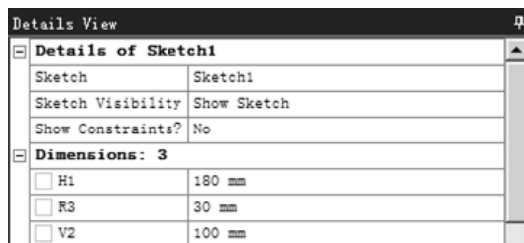

图 3.3.15 修改尺寸
(4) 修改尺寸。将尺寸修改为设计要求的尺寸,此时“Details View”对话框如图 3.3.15 所示,并在 **Dimensions** 窗口下单击 **Move** 按钮,调整尺寸至合适的位置。